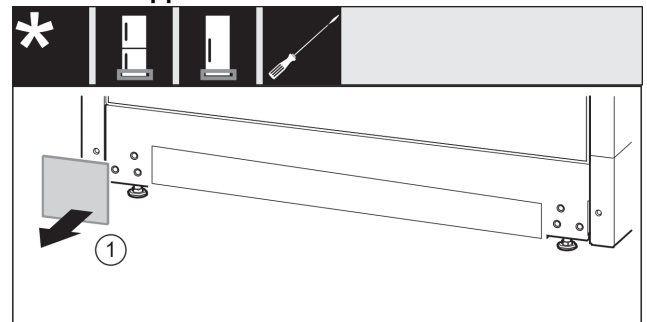

Fig. 33
- ▶ Retirer le cache Fig. 33 (1).